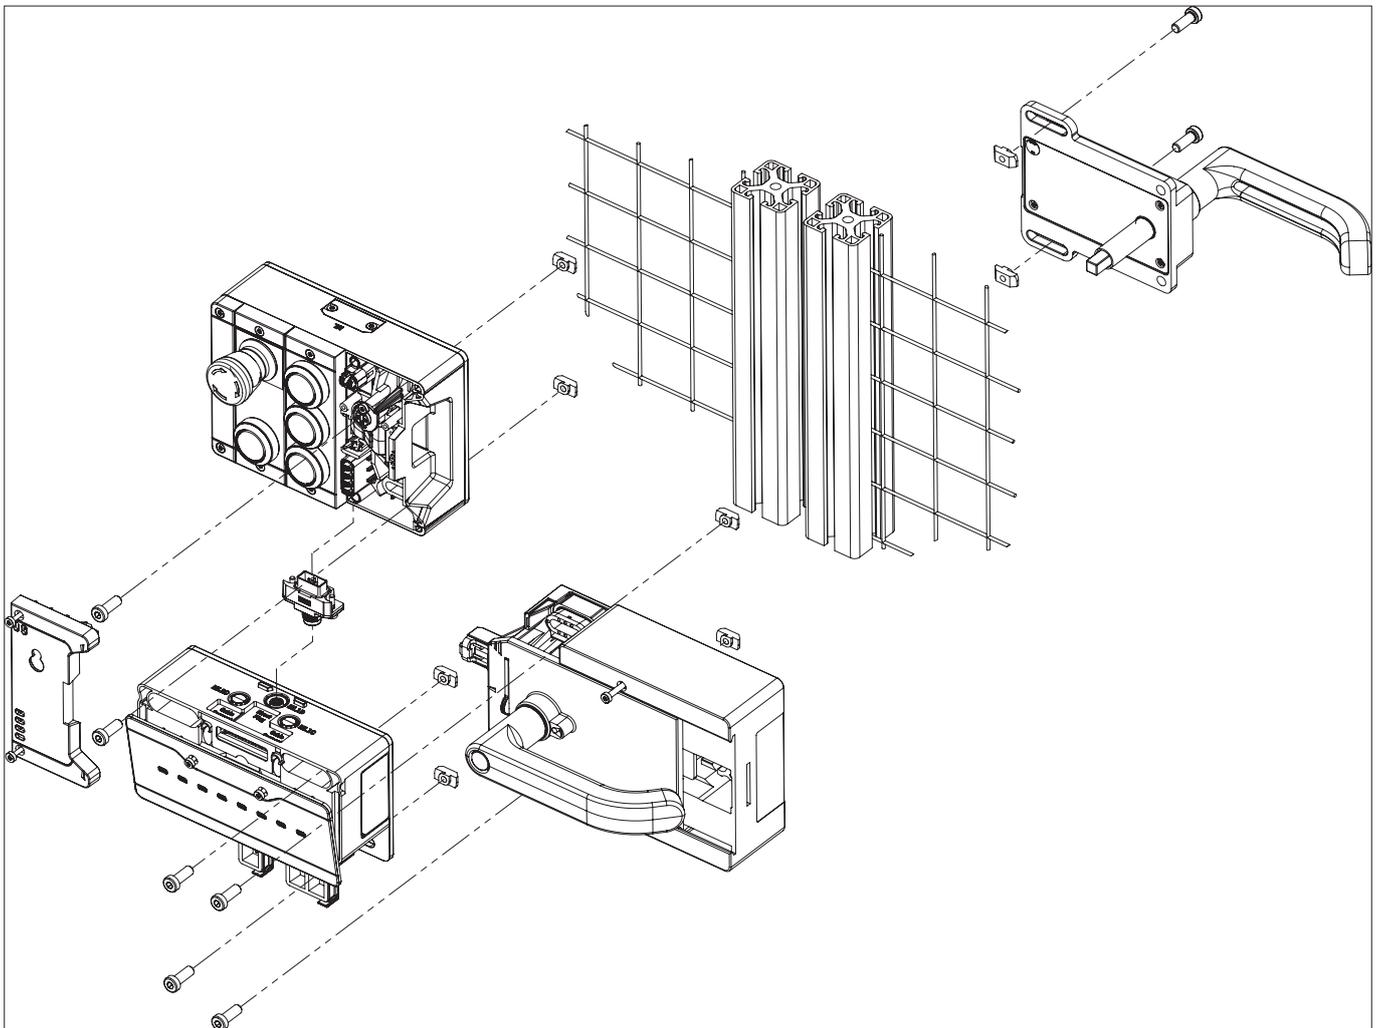
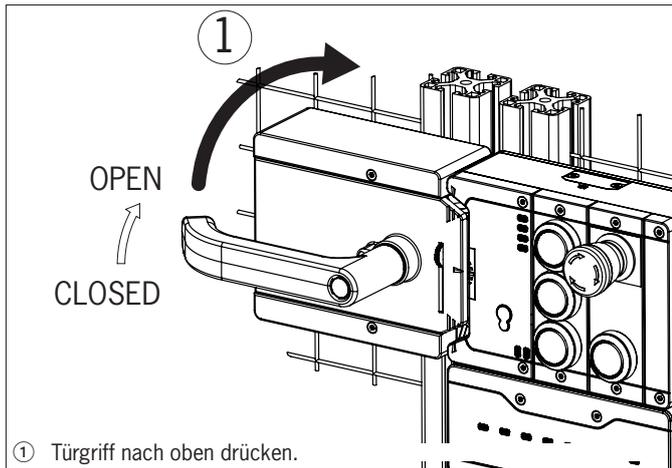
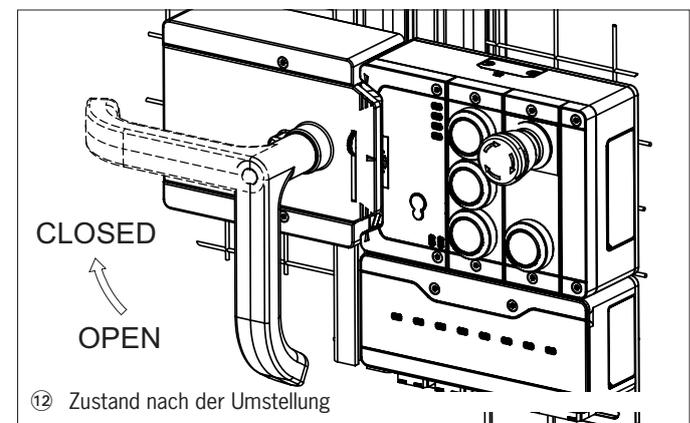

Bild 8: Montagebeispiel für rechts angeschlagene Tür (Übersichtsdarstellung)
Bild 10: Betätigungsrichtung umstellen, Schritt ①
Bild 15: Betätigungsrichtung umstellen, Endzustand
- › Achse der Fluchtentriegelung im rechten Winkel zum Griffmodul ausrichten. Siehe *Bild 8*.
- › Achten Sie bei der Montage auf die korrekte Ausrichtung. Verwenden Sie die Ausrichthilfen am Gehäuse des Verriegelungs-/Zuhaltemoduls und am Gehäuse des Griffmoduls (siehe *Bild 8*).
Montageschritte siehe *Bild 8* und *Bild 10* bis *Bild 15*.
- › Für links angeschlagene Türen wird das System umgedreht montiert. D.h. die Schutzeinrichtung öffnet, indem man den Türgriff nach oben drückt (siehe *Bild 10*). Daher muss die Betätigungsrichtung des Türgriffs umgestellt werden (siehe *Bild 10* bis *Bild 15*).